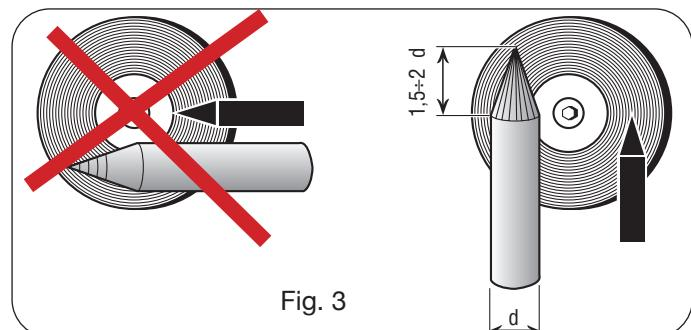

Fig. 3
Die Vorbereitung der Elektrodenspitze erfordert besondere Aufmerksamkeit. Die Elektrode leicht anschleifen, so dass sie vertikale Riefen aufweist (siehe Abb. 3).
- Die Wolframelektrodenspitze auf einer Länge, die dem 1,5- bis 2fachen des Elektrodendurchmessers entspricht, konisch anschleifen (Abb. 3).